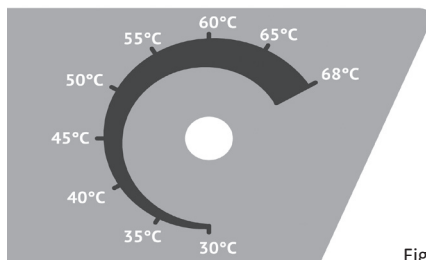

Fig. 1
PSi on amène l'interrupteur général dans la position (I), on alimente le séchoir. Le ventilateur commencera ainsi à tourner à son régime maximum de tours. A ce moment-là, si on agit sur la **poignée de réglage** (fig.1), on modifie à sa guise la température d'exercice dans une échelle qui va de 30°C à 68°C. La **poignée de réglage** permet de régler la température du flux d'air en opérant directement sur le thermostat de réglage. Durant la phase de travail, on entendra un "clic" chaque fois que le régime thermique programmé avec le thermostat